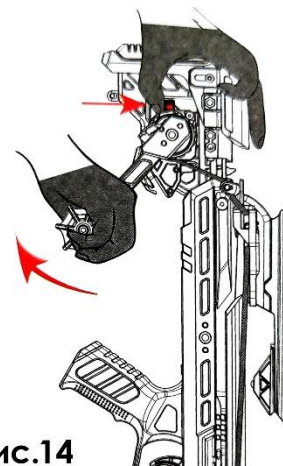

Рис.14
9. Чтобы убрать взводную скобу с направляющей нажмите на рычаг блокировки. Если рычаг не прожимается, немного надавите на ручку по часовой стрелке (Рис.14).